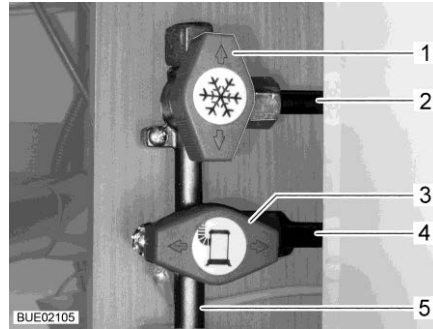

Bild 130 Läge Gasavstängningsventiler (exempel)
- Ställ gasavstängningsventilen för respektive gasapparat parallellt (Bild 130,3) med den ledning (Bild 130,4) som går till gasapparaten.
- Ställ gasavstängningsventilen för respektive gasapparat tvärs (Bild 130,1) mot den ledning (Bild 130,2) som går till gasapparaten.